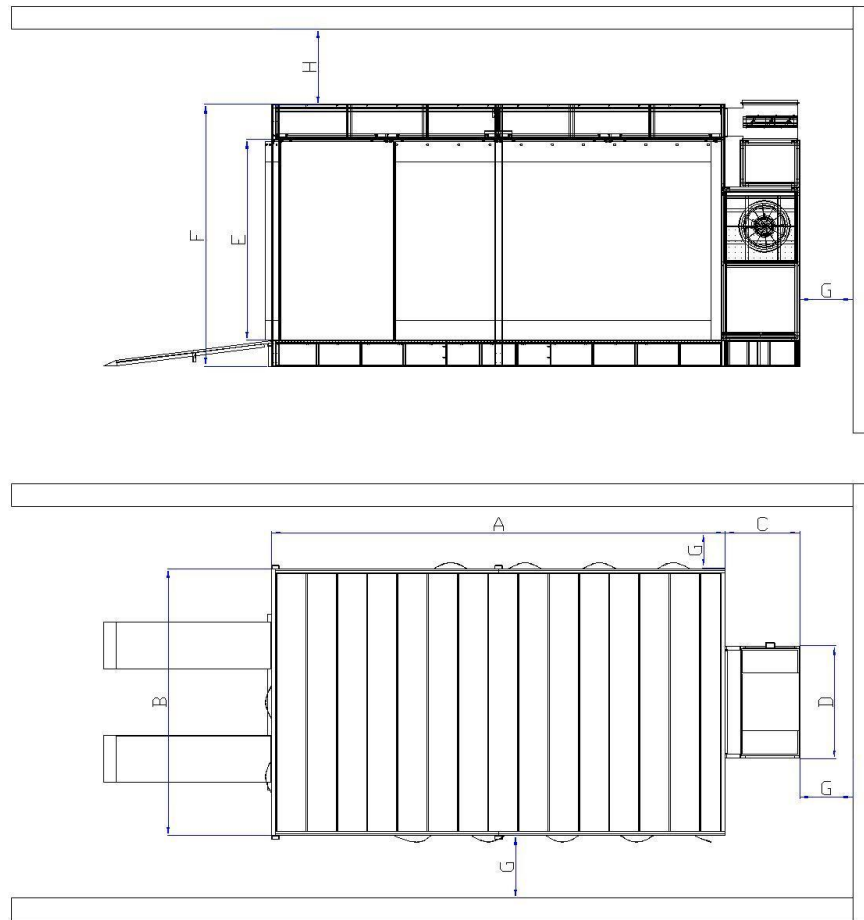

Рис. 2.1
4. Для правильного функционирования помещение необходимо, чтобы вокруг него было минимальное пространство, поскольку показано на рис.2.1.